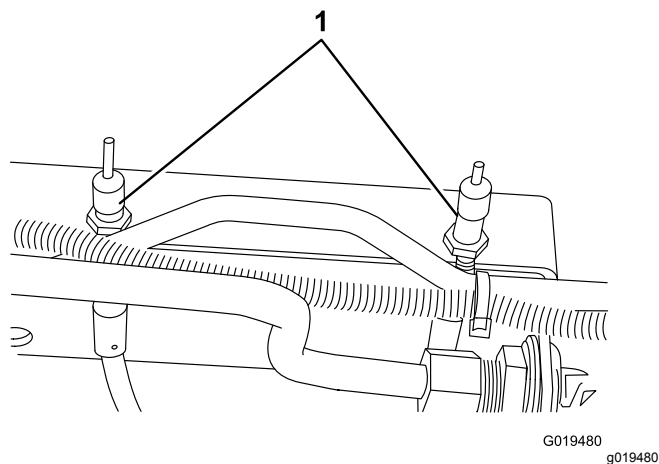

Рисунок 70
2. Чтобы уменьшить свободный ход педалей тормоза, затяните тормоза, ослабив переднюю гайку на резьбовом конце тросика тормоза (Рисунок 70). Затем затяните заднюю гайку, чтобы тросик сдвигался назад, пока свободный ход педали тормоза не составит от 1,2 до 1,9 см. После того, как тормоза будут правильно отрегулированы, затяните передние гайки.